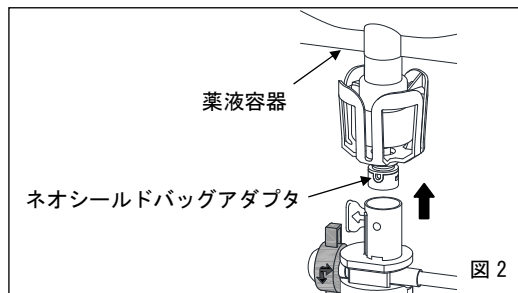

図 2
1. 本品のバッグアダプタ接続部を薬液容器に接続したネオシールドバッグアダプタにまっすぐ押し込み接続します。接続できた場合はカチッと音がします(図 2 参照)。